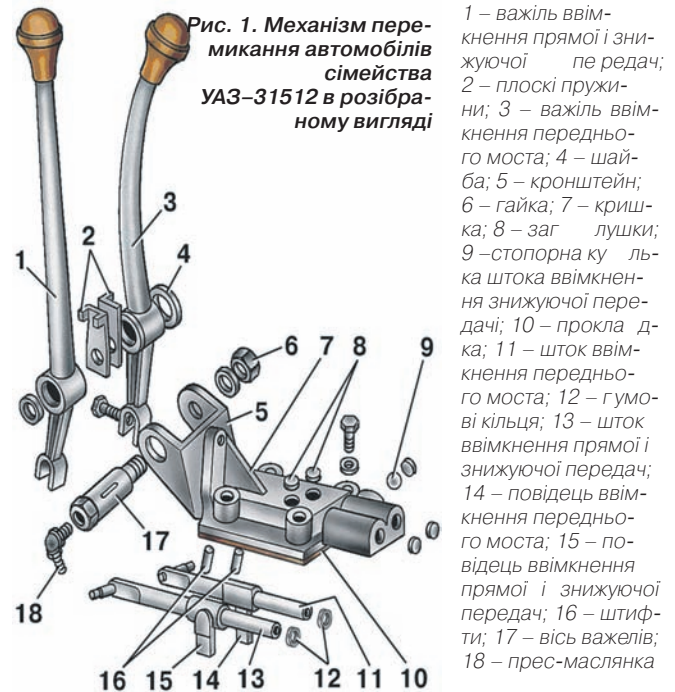

Рис. 1. Механізм перемикання автомобілів сімейства УАЗ-31512 в розібраному вигляді
Механізм перемикання (у розібраному вигляді) показаний на рис. 1.
- 7.* Встановіть на кришку штампований кронштейн 5 (див.рис. 1) важелів і закріпіть його трьома болтами з пружинними шайбами.